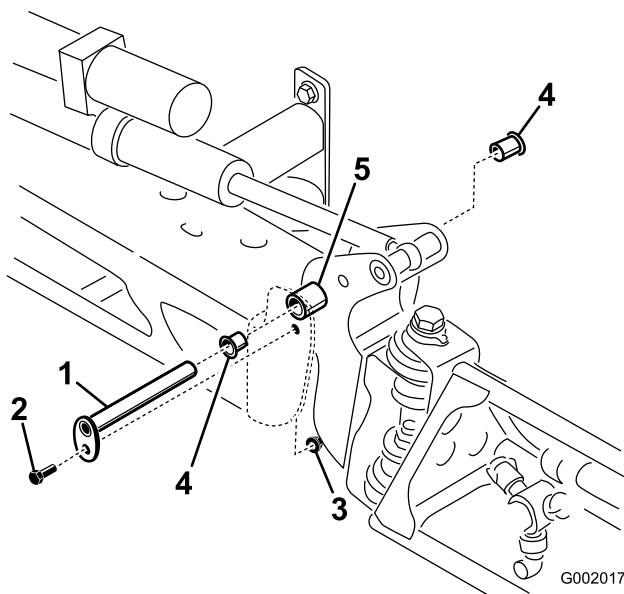

Bild 72
3. Wenn das Gewicht des Auslegers abgestützt ist, nehmen Sie die Schraube und die Mutter ab, mit denen der Lagerbolzen am Ausleger befestigt ist (Bild 72). Nehmen Sie den Lagerbolzen ab.
5. Nehmen Sie die Nylonbüchsen vorne und hinten an der Schwenkhalterung ab und prüfen Sie sie (Bild 72). Ersetzen Sie beschädigte Büchsen.
7. Montieren Sie den Ausleger und die Schwenkhalterung im mittleren Rahmen und richten Sie die Öffnungen aus (Bild 72).